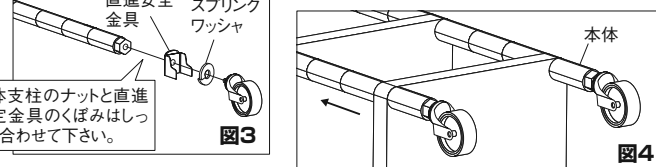

図4
- ②残り2本は通常の組立方法通り、スプリングワッシャ、キャスターの順にねじ込み、板スパナで締めます。
- ③直進安定金具を付けた2本の支柱を図4のように取手を取付けたい方向と反対側にして通常通り組立を行います。
- ④仮組み状態でキャスターの位置を進行方向と水平になるよう支柱を回転させ方向を決めて下さい。(樹脂プッシュは生産時に圧入しています。外したり、回したりしないで下さい。支柱回転時は必ず支柱自体を持って回転して下さい。)
- ⑤方向が決まりましたら木づち等でしっかり叩き込んで下さい。